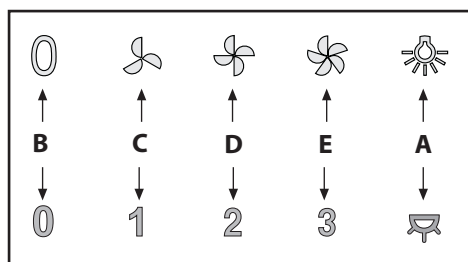

Fig.9
• **Commandes** (Fig.9) mécaniques les symboles sont les suivants: